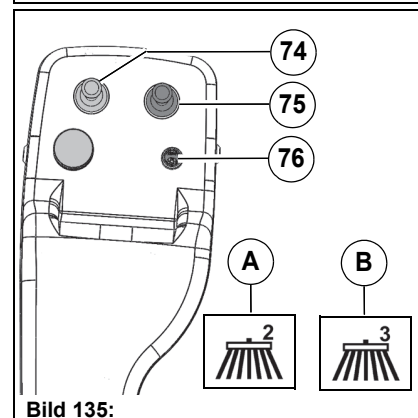

Bild 135:
3. Förbereda transportkörläget. För transportkörläget måste kvastarmarna svängas inåt. Använd joysticken **Bild 135-74** och **Bild 135-75** för att göra detta. Sopenheten måste vara i det övre ändläget. Använd joysticken **Bild 135-74** för att göra detta. Om den gula varningssymbolen **Bild 135-B** visas måste sugmunstycket lyftas upp med joysticken **Bild 135-74**.
Slå på arbetskörläget med Hako-knappen **Bild 135-76**. Körpedalen måste vara i neutralläge! På multifunktionsdisplayen visas informationssymbolen Arbetskörläge sopsugsystem **Bild 135-A** som ett tvåkvastssystem eller **Bild 135-B** som ett trekvastssystem.